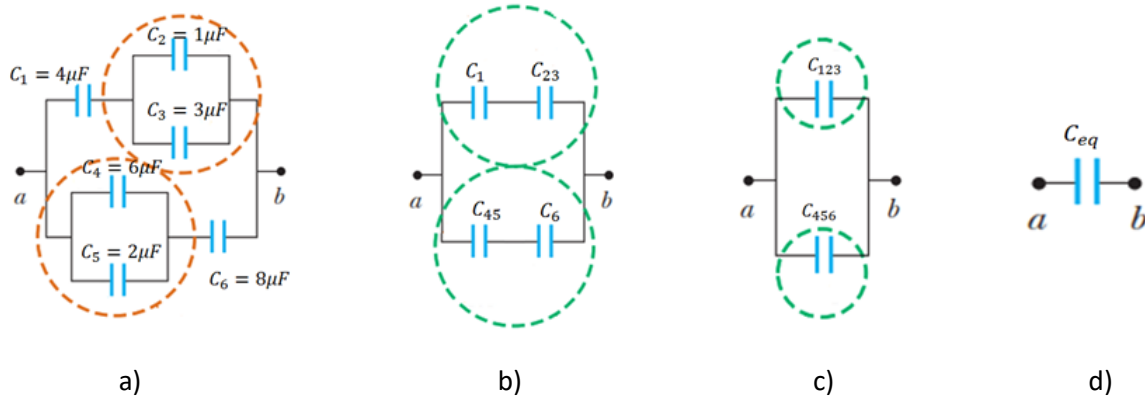

Figura 5. Circuito de capacitores mixto. a) Paso 1, b) Paso 2, c) Paso 3, d) Resultado
Paso 1. De acuerdo con la Figura 5 a) calcule el paralelo entre C_2 y C_3 , de igual modo entre C_4 y C_5 :
Paso 2. De acuerdo con la Figura 5 b) calcule la serie entre los capacitores C_1 y C_{23} , de igual modo entre C_{45} y C_6 :
Paso 3. De acuerdo con la Figura 5 c) calcule el paralelo entre C_{123} y C_{456} , para obtener como resultado la C_{eq} , como se muestra en la Figura 5 d).